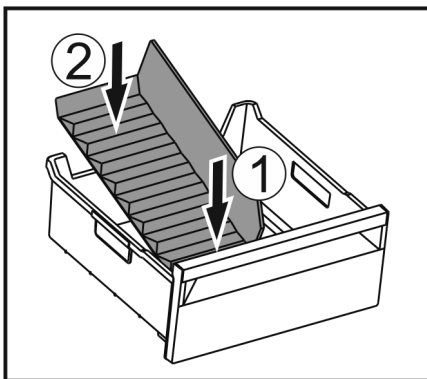

Fig. 139
- Vorderen Teil des Eisfach-Trenners einsetzen. Fig. 139 (1)
- Hinteren Teil des Eisfach-Trenners bis zum Schubfachboden absenken. Fig. 139 (2)